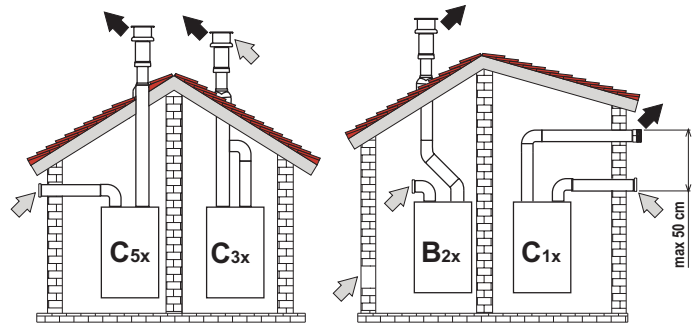

fig. 14 - Ejemplo de conexión con tubos separados
- 1 Desenroscar los tornillos A (véase fig. 14).
- 2 Girar la carcasa (véase fig. 14).